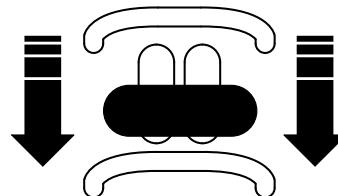

Figura 15
- Para conducir hacia atrás, mueva el control de tracción hacia atrás (Figura 15).